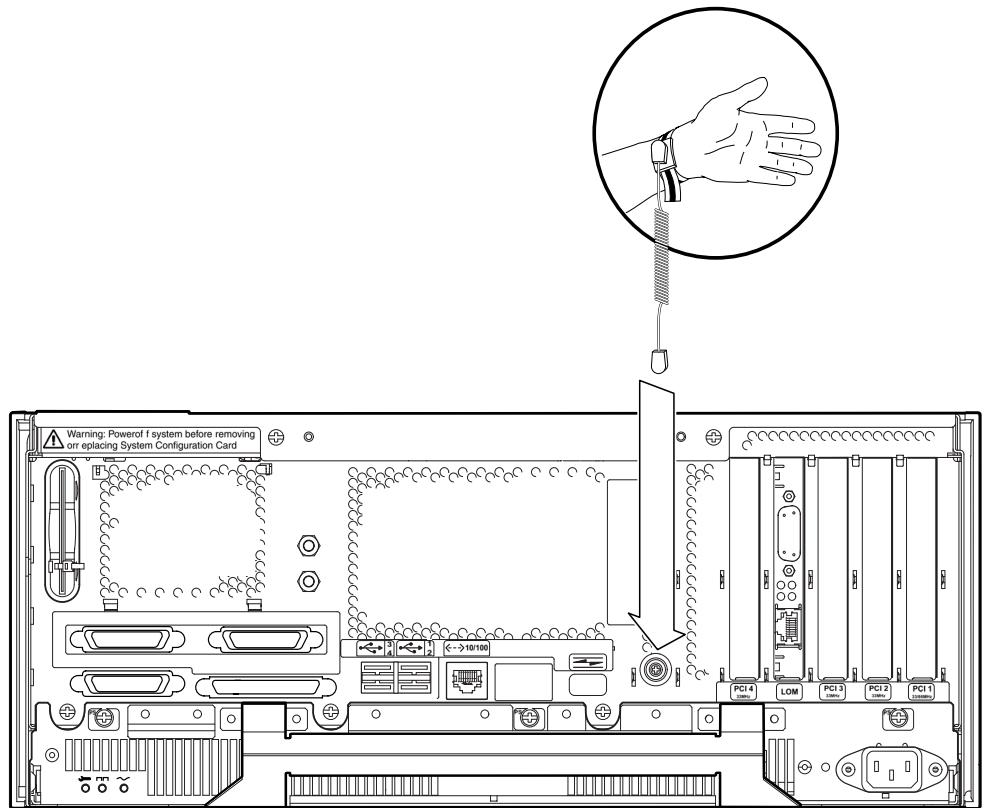
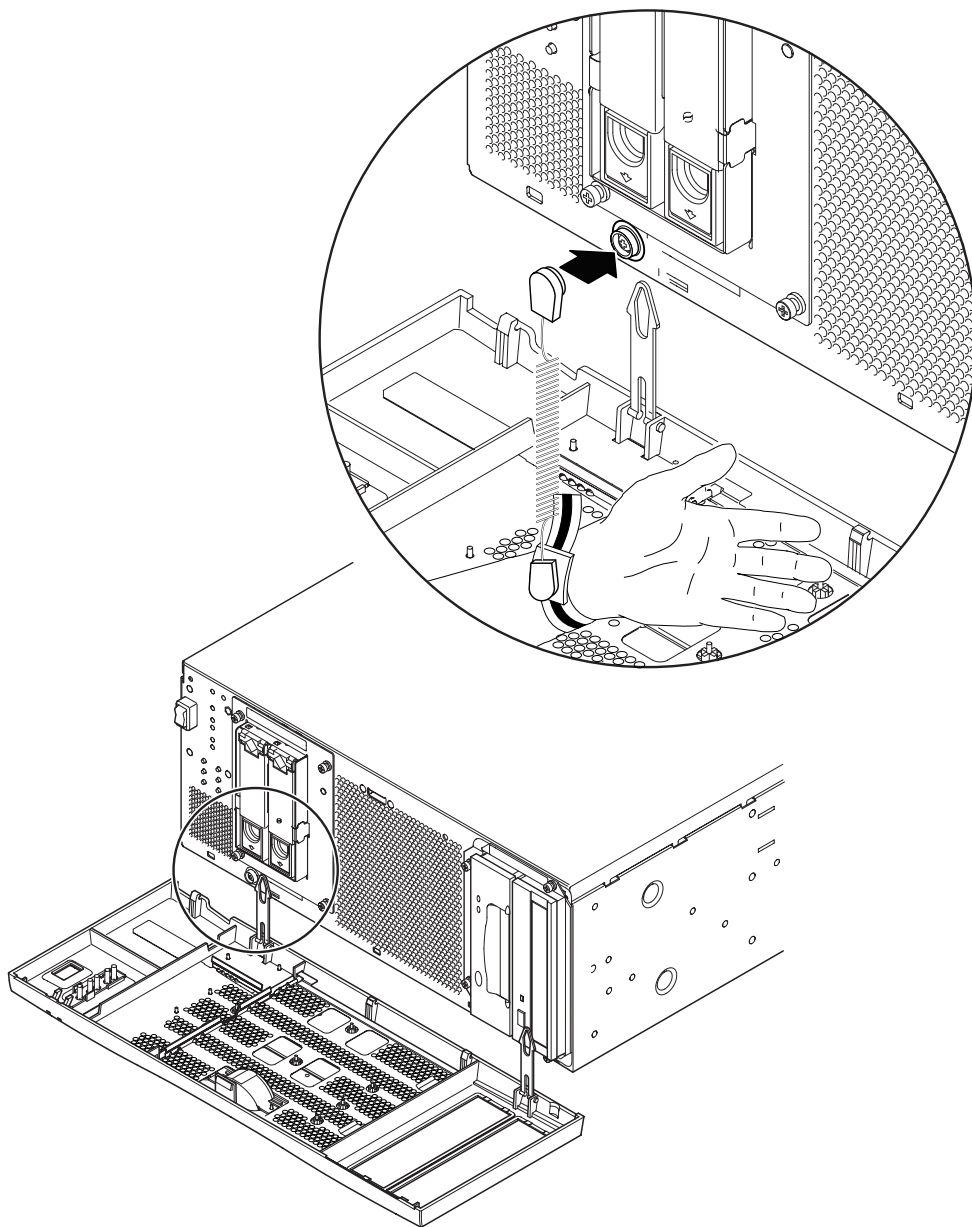

FIGURA 7-15 Collegamento del cinturino antistatico alla parte posteriore dello chassis
FIGURA 7-16 Collegamento del cinturino antistatico alla parte anteriore dello Chassis
- Per collegare il cinturino antistatico allo chassis, attenersi alle procedure illustrate nella FIGURA 7-15 o FIGURA 7-16.